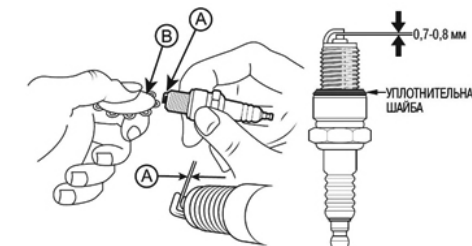

Рис. 20 Проверка зазора между электродами
4. Измерьте зазор А между электродами свечи зажигания специальным щупом В. Зазор А должен быть 0,7-0,8 мм (Рис. 20). При увеличении или уменьшении требуемого зазора, рекомендуется заменить свечу, так как регулировка зазора может при вести к изменению качества искрообразования.